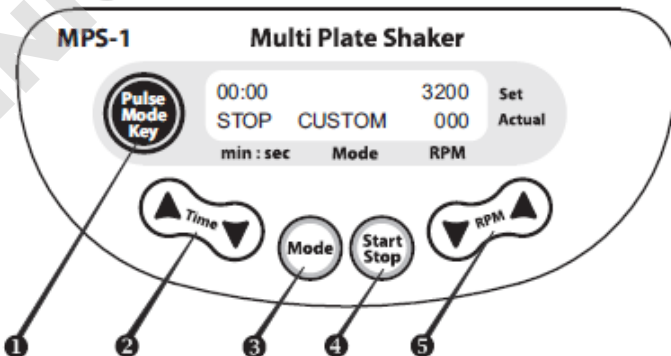

Fig.2 Panneau de configuration
- 4.3. À l'aide de la touche **Mode** (Fig. 2/3), sélectionnez le mode de travail requis (PERSONNALISÉ, LENT, MOYEN, RAPIDE, TUBE VORTEX). Le fonctionnement en modes LENT, MOYEN, RAPIDE, et TUBE VORTEX diffère du mode PERSONNALISÉ dont la vitesse est fixe et non réglable (voir section 5.2).
- 4.4. Sélectionnez la durée d'utilisation requise en minutes et en secondes (l'intervalle d'incrémentación est de 15 secondes) à l'aide des touches ▲ et ▼**Time** (Fig. 2/2). Appuyez sur la touche pendant plus de 3 secondes pour augmenter l'incrémentación. La durée programmée s'affiche dans la ligne supérieure de l'écran.
- 4.5. Réglez la vitesse requise (par incrémentación de 100 tpm) dans le mode PERSONNALISÉ à l'aide des touches ▲ et ▼**RPM** (Fig. 2/5). Appuyez sur la touche pendant plus de 3 secondes pour augmenter l'incrémentación. La vitesse programmée s'affiche dans la ligne supérieure de l'écran.
- 4.6. Appuyez sur la touche **Start Stop** (fig. 2/4). La plate-forme se mettra en mouvement (indication « RUN ») et l'indicateur du minuteur affichera le décompte de la durée dans la ligne supérieure de l'écran.
- 4.11. Réglez la vitesse requise (par incrémentación de 100 tpm) à l'aide des touches ▼**RPM** ▲ et (Fig. 2/5). Appuyez sur la touche pendant plus de 3 secondes pour augmenter l'incrémentación. La vitesse programmée s'affiche dans la ligne supérieure de l'écran.
- 4.12. Appuyez sur **Pulse Mode key** (fig. 2/1). La plate-forme entamera le cycle suivant : accélération — court mélange (durée 3 secondes) — ralentisse-